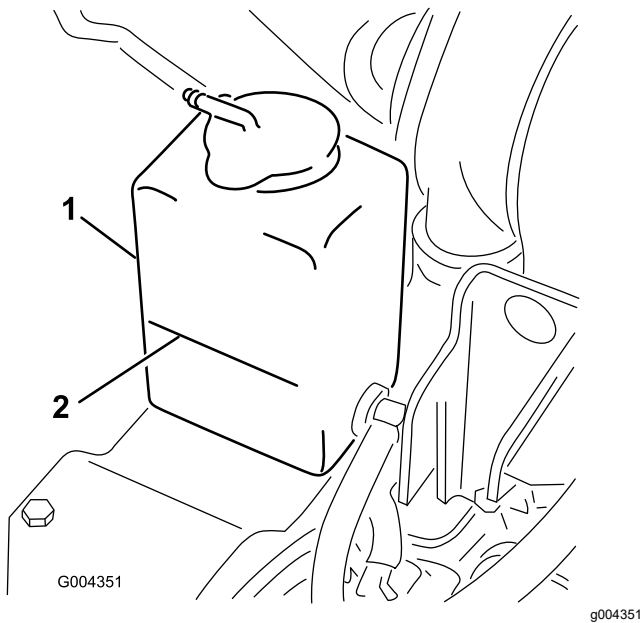

Bild 50
3. Prüfen Sie den Kühlmittelstand im Ausdehnungsgefäß (**Bild 50**).